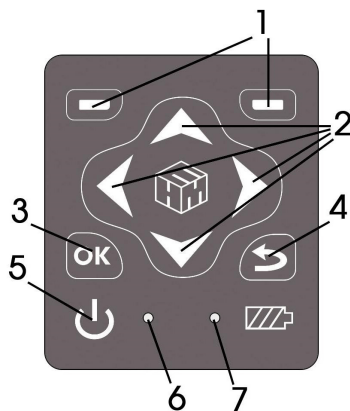

Рисунок 4
5.6. Выбор пункта контекстного меню осуществляется с помощью левой или правой контекстной кнопки 1 (рис. 4)
- убедитесь, что загорелся индикатор 7 (рис. 4), который свидетельствует о начале заряда батареи;
- оставьте блок НТМ-Терминал подключенным к зарядному устройству до прекращения свечения индикатора 7 (рис. 4);
- одновременно с окончанием процесса заряда, индикатор «заряд аккумуляторной батареи» 7 (рис. 4) погаснет;
6.4.3. При наличии в комплекте поставки блока НТМ-Терминал включить его. Для этого необходимо нажать и удерживать не менее 3 с кнопку 5 (рис. 4). При этом должен загореться индикатор 6 (рис. 4), обозначающий включенное состояние блока НТМ-Терминал.
6.4.4. На клавиатуре блока НТМ-Терминал нажать правую контекстную кнопку 1 (рис. 4) «далее» для перехода в «главное меню». С помощью кнопок  и  перейти к пункту меню «подключения» и нажать кнопку . При этом осуществится переход в меню «подключения» к пункту «список» (рисунки 7).